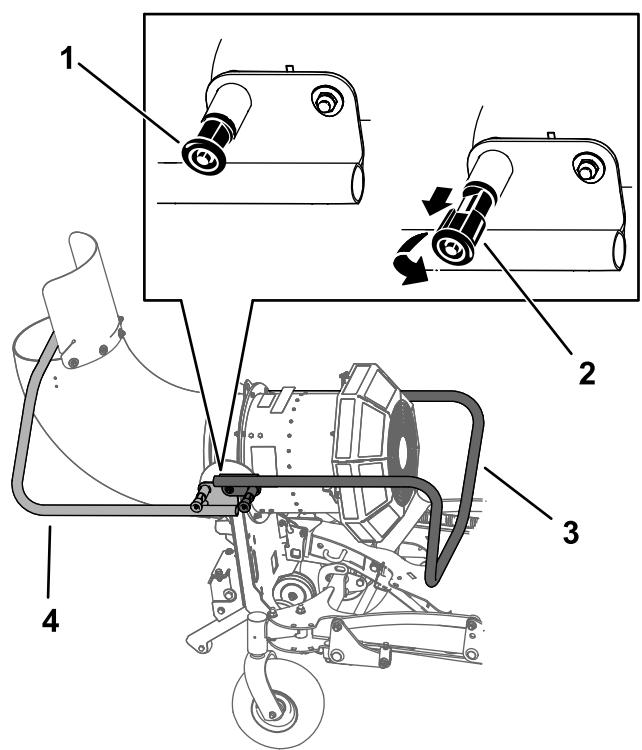

Figure 30
- Sortez les goupilles de verrouillage de la béquille de chaque côté de la machine, tournez-les de 90 degrés pour les désengager et levez la béquille (Figure 30). Engagez les boutons pour que les goupilles s'enclenchent en position.